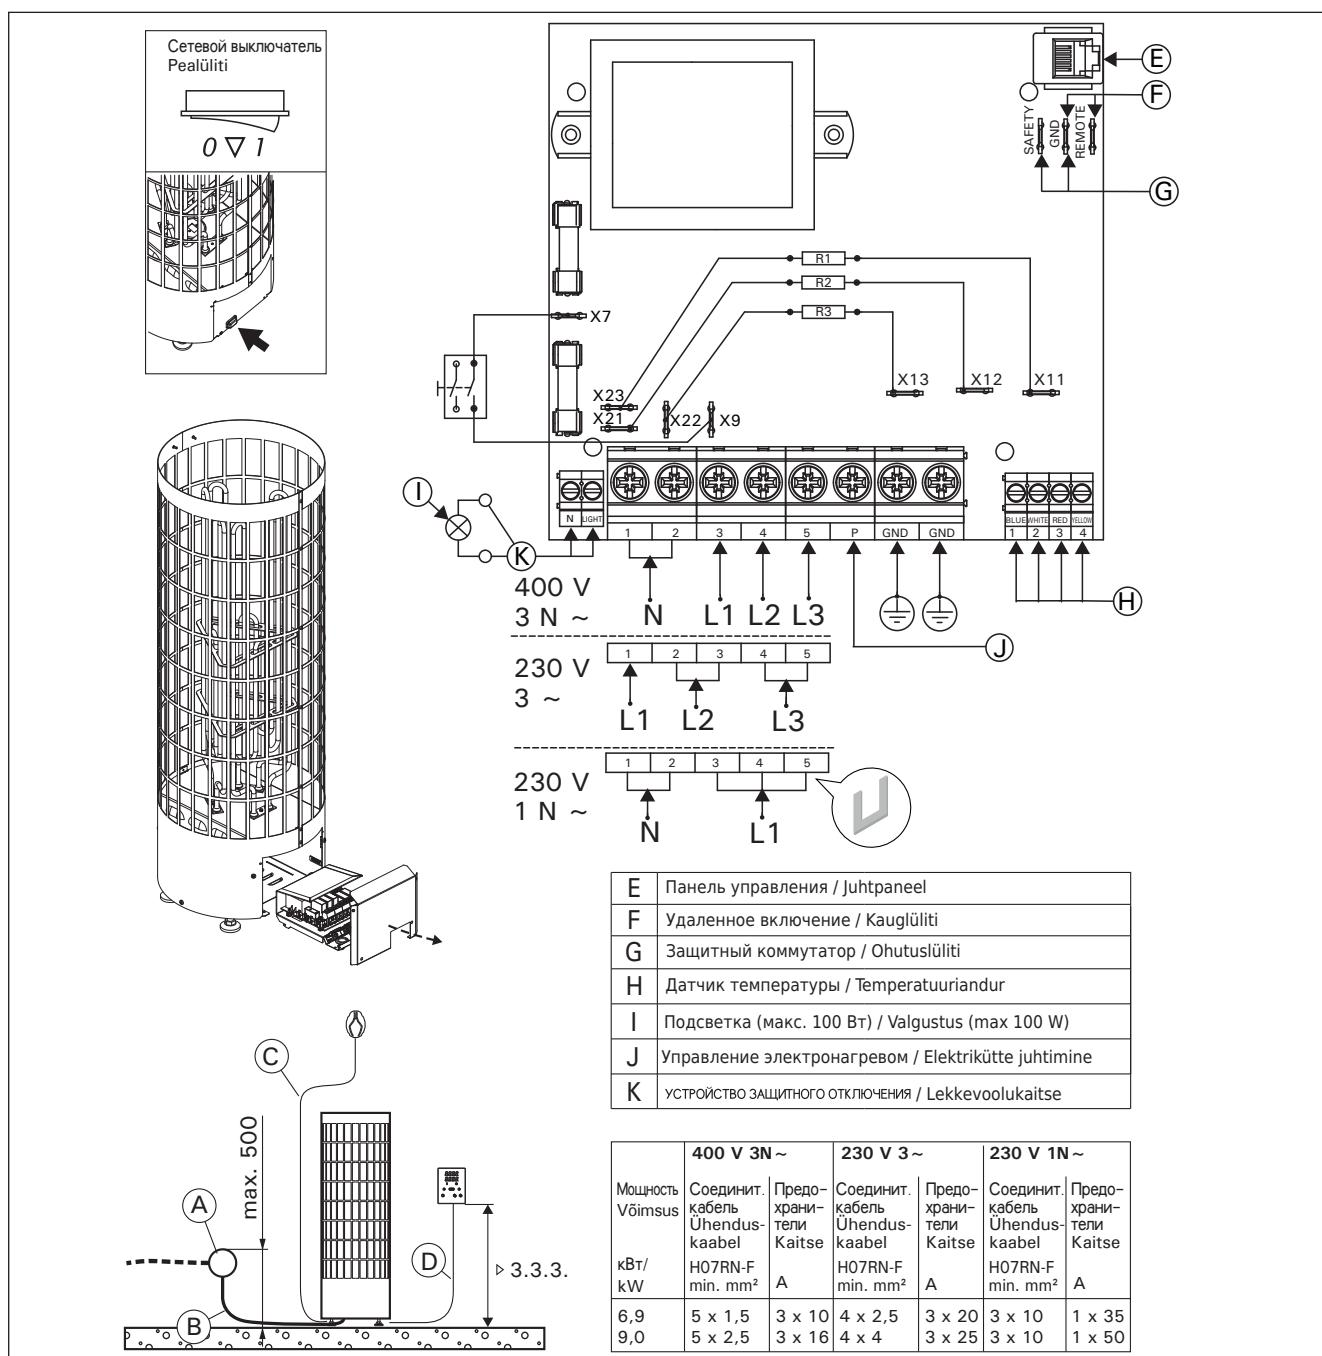

Рисунок 7. Электромонтаж
- Каменка гибким проводом подсоединяется к соединительной коробке (рис. 7: А) на стене сауны. Соединительная коробка должна быть брызгозащищенной и находиться на расстоянии не более 500 мм от пола.
- В качестве кабеля (рис. 7: В) следует использовать резиновый кабель типа H07RN-F или подобный. **ВНИМАНИЕ! Использование кабеля с ПВХ-изоляцией запрещено вследствие его разрушения под воздействием тепла.**
- Кроме клемм питания каменки оснащены также клеммой (P), которая делает возможным управление электрическим нагревом (рис. 7). Управляющее напряжение передается от каменки, когда она включена. Кабель управления электронагревом подводят прямо к соединительной коробке каменки и дальше с помощью резинового кабеля, равного по сечению соединительному кабелю, к клеммнику.